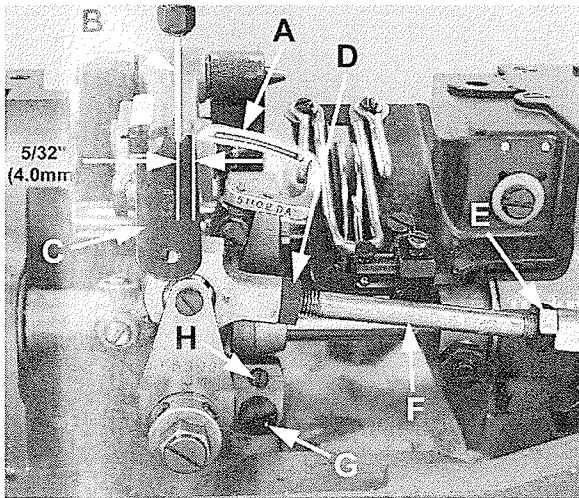
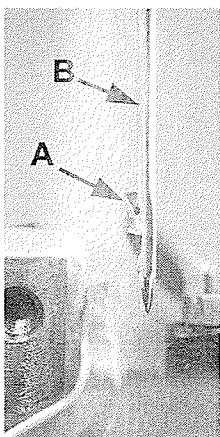

Fig 6
Fig 7
Inserte una aguja nueva del tipo y tamaño ya especificado. El ajuste del looper es 5/32 de pulgada (4,0 mm), que es la distancia desde la punta del looper (A, Fig. 6) hasta el centro de la aguja (B) cuando el looper se encuentre en su posición de extrema derecha de su recorrido. El calibrador del looper No. 21225-5/32 está disponible para determinar esta medida. Este ajuste se logra aflojando la tuerca (D), (tiene una rosca a la izquierda) y tuerca (E): gire la barra de conexión (F) adecuadamente para conseguir la distancia requerida. Mantenga la barra en su posición y apriete la tuerca (E) y después la tuerca (D).
Cuando se gire el volante en dirección de operación y el looper (A, Fig. 7) se mueva hacia la izquierda, la punta del looper debería ser ajustada para que toque apenas pero no choque contra la parte trasera de la aguja (B). El ajuste se puede efectuar soltando el tornillo (G, Fig. 6) y girando el tornillo tope (H) en sentido de reloj para mover el looper hacia atrás y contra el reloj para moverlo hacia delante. Se recomienda mantener el looper hacia adelante mientras se ejecuta ese ajuste. Apriete el tornillo (G) después del ajuste otra vez y revise el movimiento del looper.